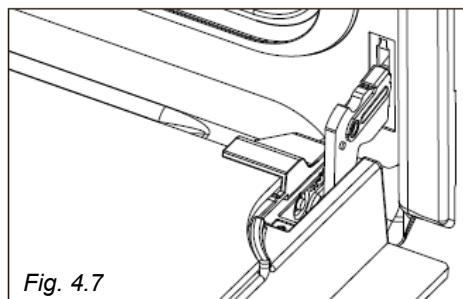

Fig. 4.7
- A bra completamente a porta do forno (fig. 4.7).